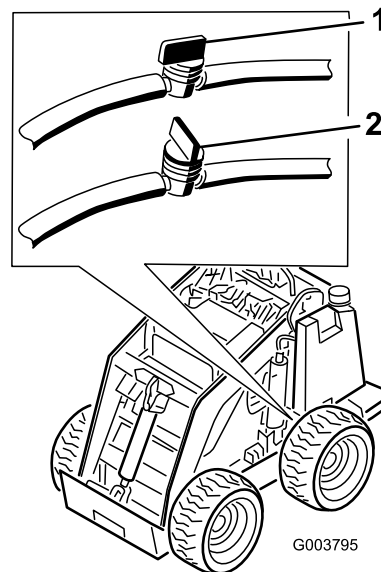

Figure 34
2. Fermez le robinet d'arrivée de carburant au bas du réservoir de carburant (Figure 34).
8. Ouvrez le robinet d'arrivée de carburant au bas du réservoir de carburant (Figure 34).
3. Fermez le robinet d'arrivée de carburant près du bas du réservoir de carburant (Figure 34).
10. Ouvrez le robinet d'arrivée de carburant sur le flexible situé près du fond du réservoir de carburant, comme illustré à la Figure 34.